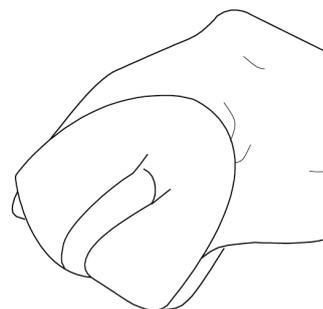

Figure 15: Pressez le filtre à air
6. Rincez l'élément du filtre à air en le submergeant dans de l'eau propre et en appliquant une légère pression (voir figure 15).